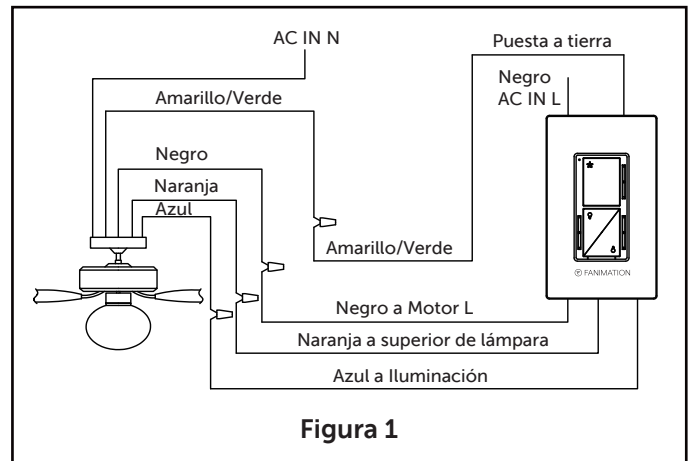

Figura 1
1. Realice las conexiones de cables al bloque del terminal como se muestra en la Figura 1. Realice las conexiones de cable y asegúrelas con las tuercas suministradas.